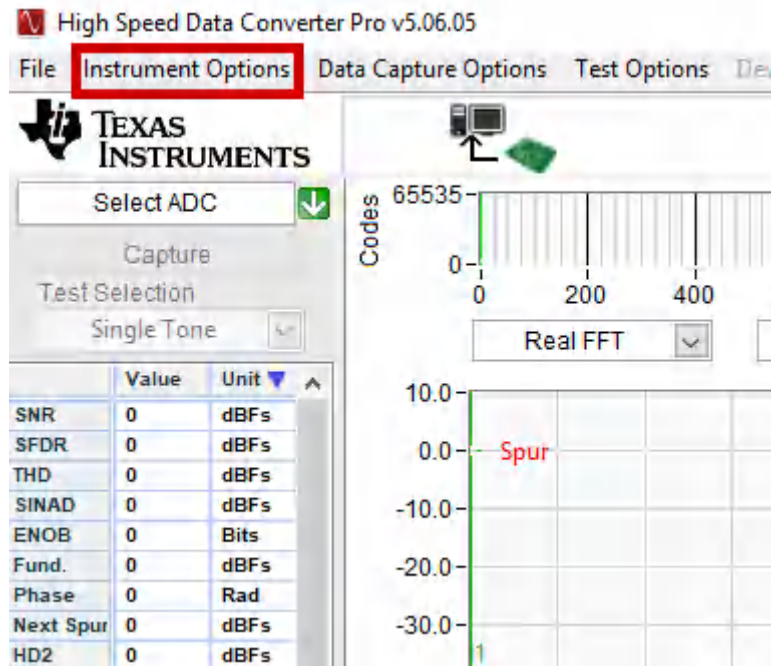

图 4-1. 从 HSDC PRO 连接到 TSW14J56
- 在 Microsoft® Windows® PC 中, 依次转到 “Start” > “Texas Instruments” > “High Speed Data Converter Pro”, 启动 HSDC PRO 软件。如图 4-1 所示, 确保 High-Speed Data Converter Pro 已正确启动。器件建立连接后, 记下 TSW14J56 EVM 的 *Serial Numbers* (序列号)。